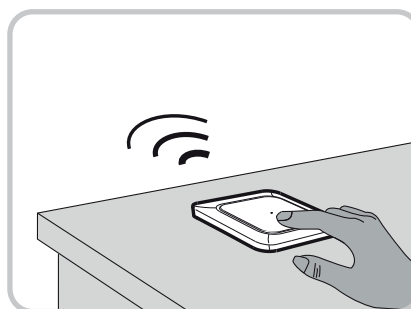

Fig. 9
- legges på bordet (se fig. 9)